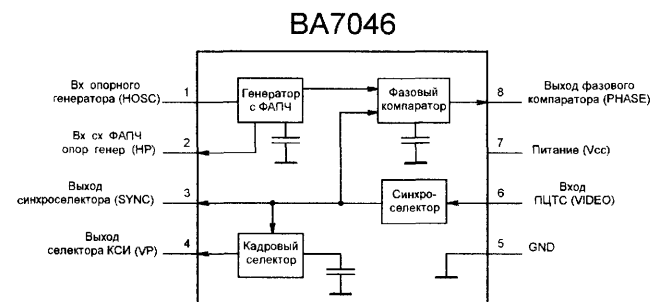

Рис. 13. Устройство синхронизации
- устройство синхронизации (рис. 13), которое состоит из микросхемы BA7046 – селектор синхроимпульсов с устройством АПЧ и таймера NE555 (КР1006ВИ1). Устройство синхронизации обеспечивает выделение синхроимпульсов для кодера PAL